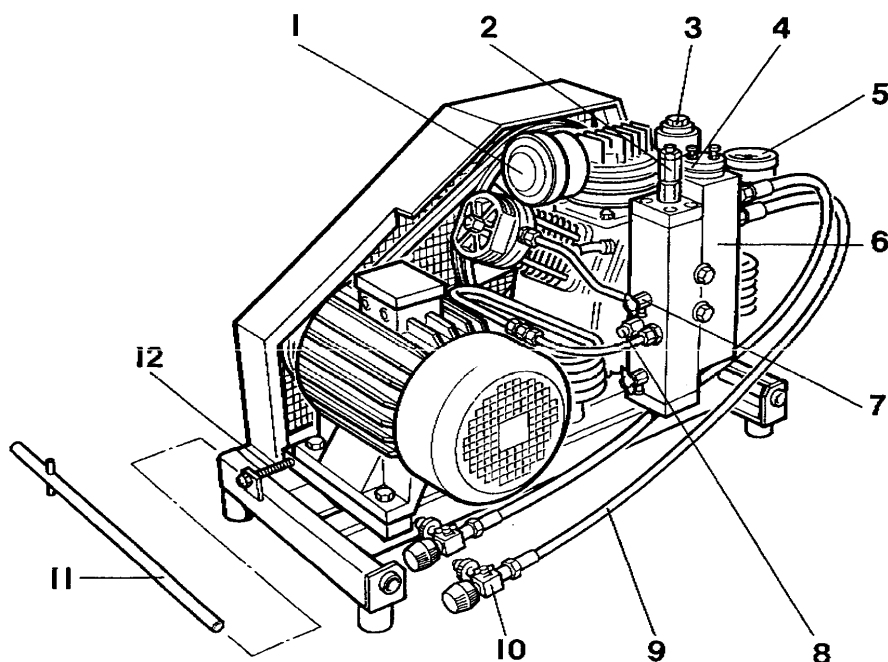

Abb. 1 (Darstellung schematisch)
1.1 Aufbau der Kompressoranlage (Abb. 1, 2 und 3)